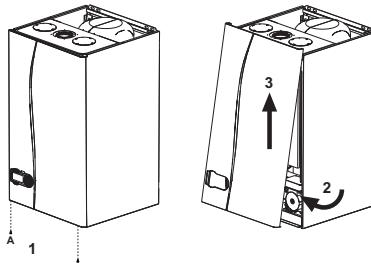

рис. 27 - Демонтаж кожуха
- Отвинтите винты "A" (см. рис. 27).
- Поверните кожух (см. рис. 27).